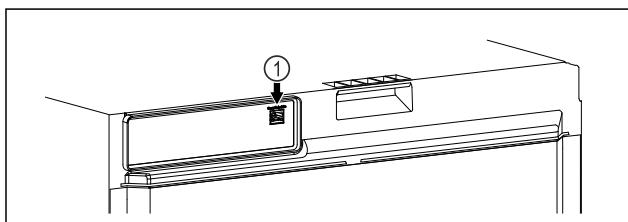

Fig. 105
Използва се SmartModule Fig. 105 (1).